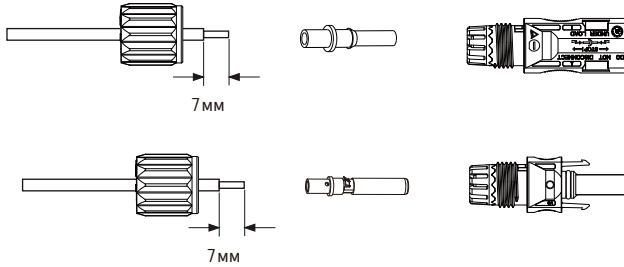

Рис. 3.3 Розбирання накладної гайки з'єднувача
- а) Зніміть ізоляцію фотоелектричного дроту на 7 мм та розберіть накладну гайку з'єднувача (див. рис. 3.3).